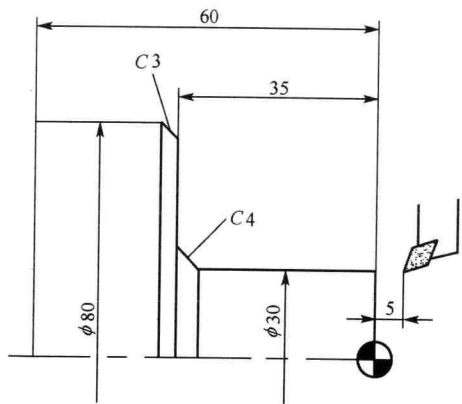
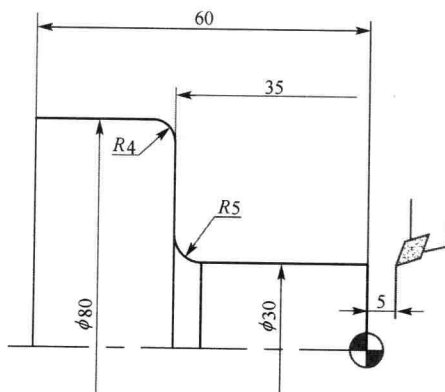

图 1-3 倒角练习
图 1-4 倒圆练习
3) G01 指令在数控编程中, 还可以直接用来进行倒角 (C 指令)、倒圆角 (R 指令)。注意判定 C 指令、R 指令的正负值。编程练习见图 1-3、图 1-4。